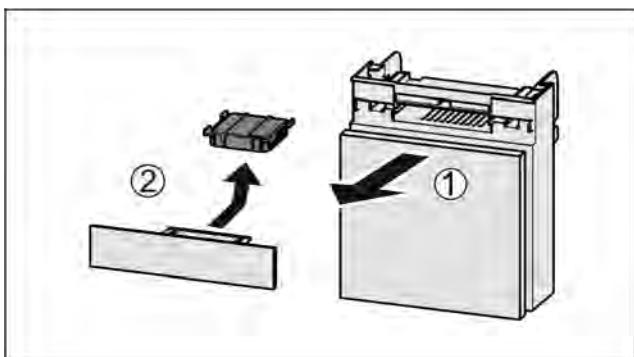

Fig. 54
► Вытянуть Fig. 54 (1) отделение движением вперед.
► Извлечение Fig. 54 (2) фильтра с активированным углем.